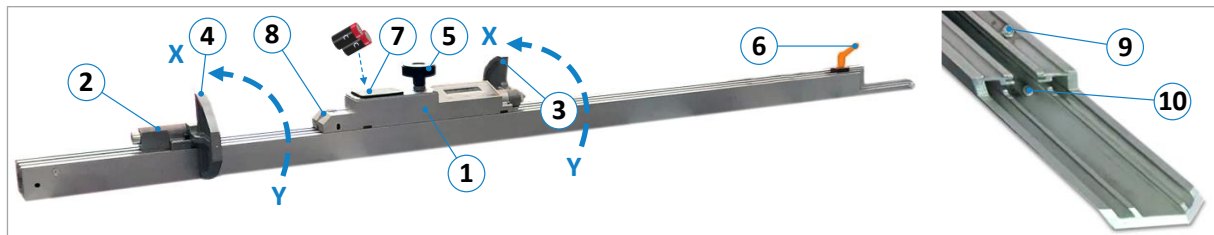

Abbildung 52: Tele-Digit Bedienelemente
- Das in ⇒ Abbildung 52 gezeigte Batteriefach (7) öffnen und die beiden Batterien ersetzen.
- Schieber (1) ganz nach rechts an Endanschlagschraube (9) anschlagen und mit Klemmschraube (5) klemmen.
- Auszug (2) ganz nach rechts an Endanschlagschraube (10) anschlagen und mit Klemmhebel (6) klemmen.
- Anschlagklappe (3) in Stellung X für Schieber (1) bringen (siehe ⇒ Abbildung 52)
- Den Abstand zwischen Sägeblatt und Anschlagklappe (2) auf 0,1 mm genau ermitteln.